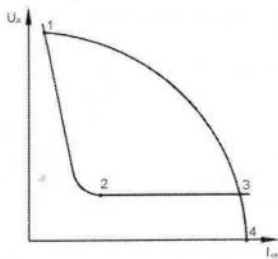

Рисунок 23 - Вольт-амперная характеристика сварочной дуги и крутопадающая характеристика источника питания
- Ответ по рис. 23: 4.6.1.-1; 4.6.3.-3;